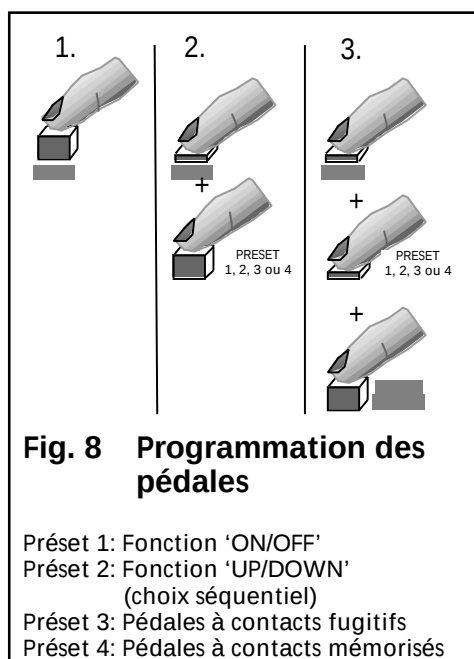

Fig. 8 **Programmation des pédales**
4.5 Fonction aux pédales (Fig. 8)